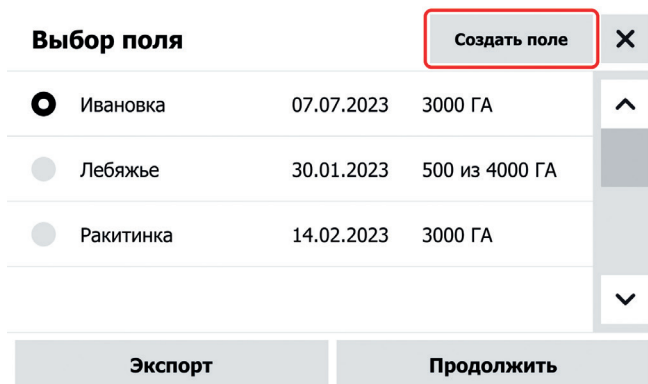

Рисунок 63. Кнопка «Создать поле»
1.2. Нажмите на кнопку «Создать поле» (см. Рисунок 63).
Прокрутите экран до секции «Сервис» и нажмите на кнопку «Подруливатель» (см. Рисунок 63. Меню сервис. Подруливатель)